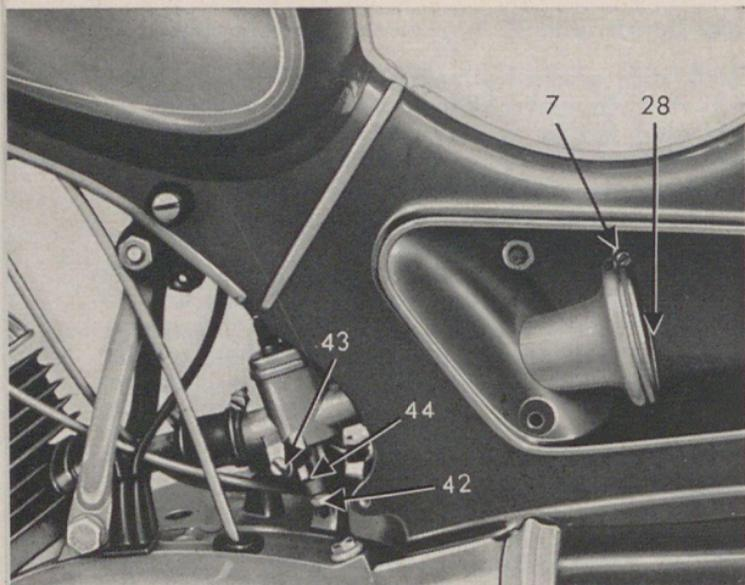

Bild 8
1. Zum **Reinigen des Luftfilters** 28 (sehr wichtig) Bild 8 wird an der linken Fahrzeugseite der Werkzeugkassendeckel abgenommen, das Werkzeug entfernt und die Verschußplatte 48, welche die Rückwand des Werkzeugkastens bildet, nach Lösen der Schraube 49 und Mutter 9 vorsichtig herausgenommen. Dies geschieht durch Einführen der abgewinkelten Seite des Reifenmontierhebels unter den Bügel 57 und vorsichtiges Ziehen. Die an die Verschußplatte angeklebte Rundgummischnur darf dabei nicht verletzt werden. Das Luftfilter 28 läßt sich nun nach Lösen des Klemmringes 7 ohne weiteres aus der Kunststoff-Filterkammer herausnehmen. Es wird am einfachsten in einer Zweitaktermischung ausgewaschen und wieder sorgfältig eingebaut. Auf richtige Lage der Rundschnur-Gummidichtung ist hierbei zu achten. Schlechter Filtereinbau beeinträchtigt die Leistung und Lebensdauer des Motors.
9. **Der Leerlauf des Motors** wird bei Bedarf wie folgt neu eingestellt: Bei **warmem** Motor die Einstellschraube 44 in das Gehäuse des Vergasers soweit als möglich einschrauben und dann den Motor starten. Hierauf wird bei geschlossenem Gasdrehgriff die Einstellschraube soweit herausgedreht, bis der Motor gerade noch einwandfrei läuft. Normalerweise sind ca. drei halbe Umdrehungen der Einstellschraube notwendig (Bild 8). Abschließend Spiel am Gasseil korrigieren.